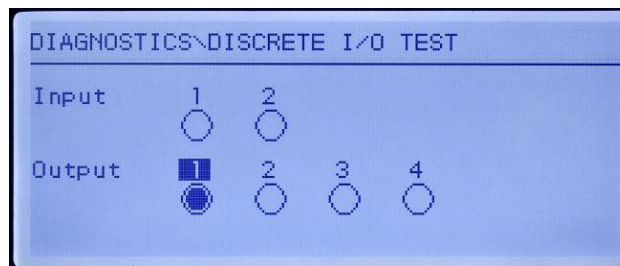

Figura 5-13: Pantalla de prueba de E/S discretas, salida 1 activa
3. El enfoque de control de una salida específica se indica mediante imagen de video invertido del número encima de la salida. Cuando una salida está enfocada, al presionar la tecla de navegación ARRIBA activa la salida. Se muestra un círculo sólido más pequeño para indicar que la salida está activada. Esto se muestra en la Figura 5-13.